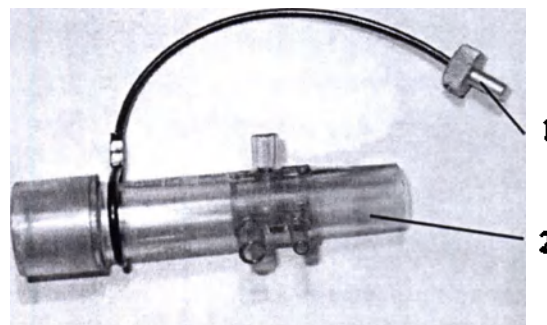

Рис.19
На датчик D-Lite или датчик Pedi-Lite перед собственным подсоединением к дыхательному контуру наденем заглушку /1/, которая находится в собственной упаковке датчика D-Lite или Pedi-Lite /2/, согласно рис. 19.
6. D-Lite датчик соединим напорной сигнальной двойной трубкой /14/ через вход напорного сигнала /2 - рис. 4/ с вентилятором. Покуда пользователь в течение анестетического вмешательства не будет применять выход D-Lite датчика для отбора пробы для анализа FiO_2 , или EtCO_2 , потом этот выход уплотним пробкой /1 - рис. 19/.